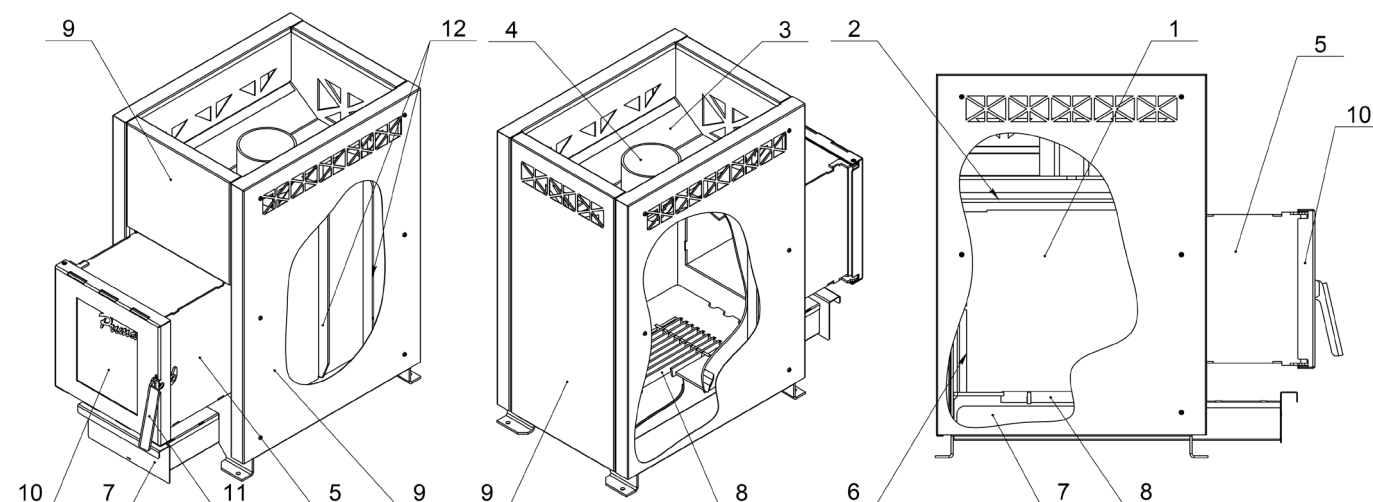

Рис. 1 Устройство печи **PRIMA**
Конструкция печи состоит из следующих узлов: топка, открытая каменка, конвекционные панели (рис.1 поз.9), удлиненный топливный канал (рис.1 поз.5), загрузочная дверца (рис.1 поз.10), сегментный (наборный) колосник (рис.1 поз.8) и выдвижной зольный ящик (рис.1 поз.7).
Рёбра жёсткости (рис.1 поз.12), располагающиеся на наружных поверхностях топки, обеспечивают дополнительный съём тепла и значительно усиливают конструкцию печи.
В верхней части камеры сгорания расположен горизонтальный отбойник пламени (рис.1 поз.2),
Вторичный воздух в камеру сгорания подается через канал вторичного воздуха (рис.1 поз.6), который одновременно защищает заднюю стенку печи от перегрева.
Снизу расположен сегментный (наборный) колосник – воздухоподогреватель (рис.1 поз.8), который увеличивает эффективность горения, нагревая входящий воздушный поток до 130 — 1500С.
Печь оснащена удлиненным топливным каналом (рис. 1 поз.5), что позволяет топить ее из смежного помещения и самоохлаждаемой стальной дверцей (рис. 1 поз.10). Печь комплектуется обычной дверцей и дверцей с жаропрочным стеклом (S). Дверца с жаропрочным стеклом, создает отличную обзорность горящего в топке пламени.
Вокруг камеры печи расположены конвекционные панели (рис.1 поз.9), ускоряющие прогрев парного помещения. Панели окрашены термостойкой кремнийорганической краской, что защищает их от агрессивных факторов внешней среды.
Печь оснащена выдвижным зольным ящиком (рис. 1 поз.7), который позволяет регулировать процесс горения и освобождать печь от золы.
Выход дымохода (рис. 1 поз.4) находится по центру печи, что позволяет легко монтировать трубу дымохода, а также установить дополнительный бак для горячей воды емкостью до 60 литров.